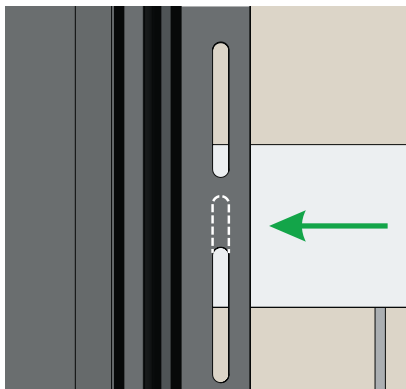

Рисунок 15
- 6.3** Если нет возможности закрепить саморез в перфорационное отверстие, сделайте новое отверстие используя пробойник овальных отверстий. Если перфорация не попадает на обрешетку, удлините перфорационное отверстие в одну из сторон используя пробойник (рис. 15). Не соединяйте перфорационные отверстия между собой (рис. 16).